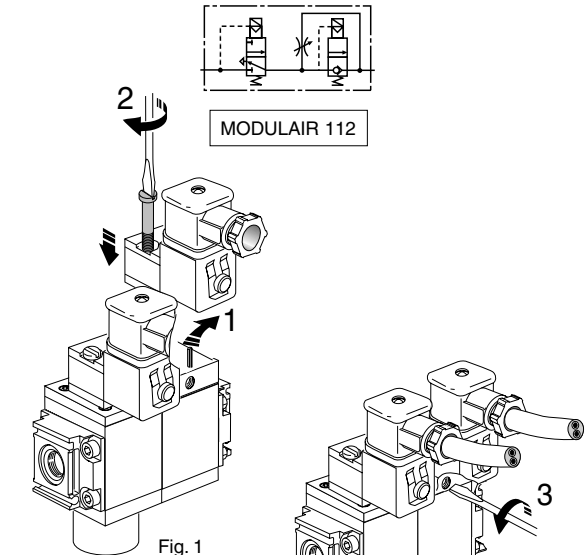

Fig. 1
* Attentie, de installatie van het magneetventiel op de electropneumatische progressieve starter vereist, in eerste instantie een verwijdering van de borgpen (zie fig. 1 volgende pagina).
- ① Magneetventiel(en) separaat geleverd
- ② Steker grootte 15, draaibaar over 90° (magneetventiel 302)
- ② Steker grootte 22, draaibaar over 180° (magneetventiel 189)
- ③ Steker(s) ISO 4400, draaibaar over 90° (magneetventiel 190 of 192)
- ③ Spoel draaibaar over 360° (magneetventiel 189 of 302)
- ③ Spoel(en) draaibaar over 90° (magneetventiel 190 of 192)
- ④ Positioneerpen(nen) voor montage magneetventiel(en)
- ⑤ Regelschroef voor tijdstelling van onder druk brengen
- ⑥ Borgpen voor vergrendeling van de instelling